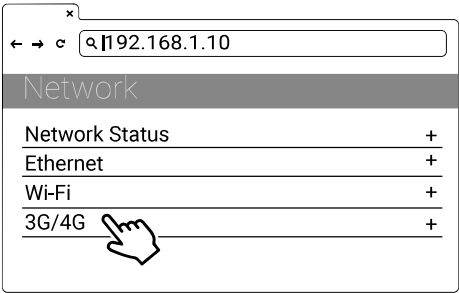

Figure 4-9. Informations sur le réseau
- 4) Sélectionner : SET I Network I 3G/4G. Se référer à la figure 4-9 ci-après.